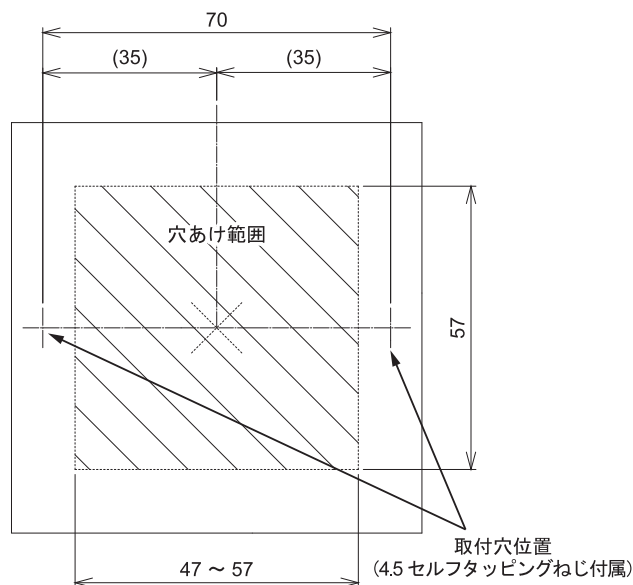

図3 取付案内図
- (1) 『図3 取付案内図』に示す挿入穴をダクトなど、取付面に開けます。
- (2) 調節器の感温部をスプリング・クリップ(2個)に、はめて適切な位置に調節します。
- (3) 付属の「④ ゴム・グロメット」の割り穴に調節器の導管をはさみ、「② 取付板」の穴にはめます。
- (4) 「① 板」を閉じ、ゴム・グロメットを固定します。
- (5) 感温部支持具とダクト用・配管用温度調節器の感温部をダクト内部に挿入し、付属の取付ねじ(2本)で、「② 取付板」を取付面に固定します。